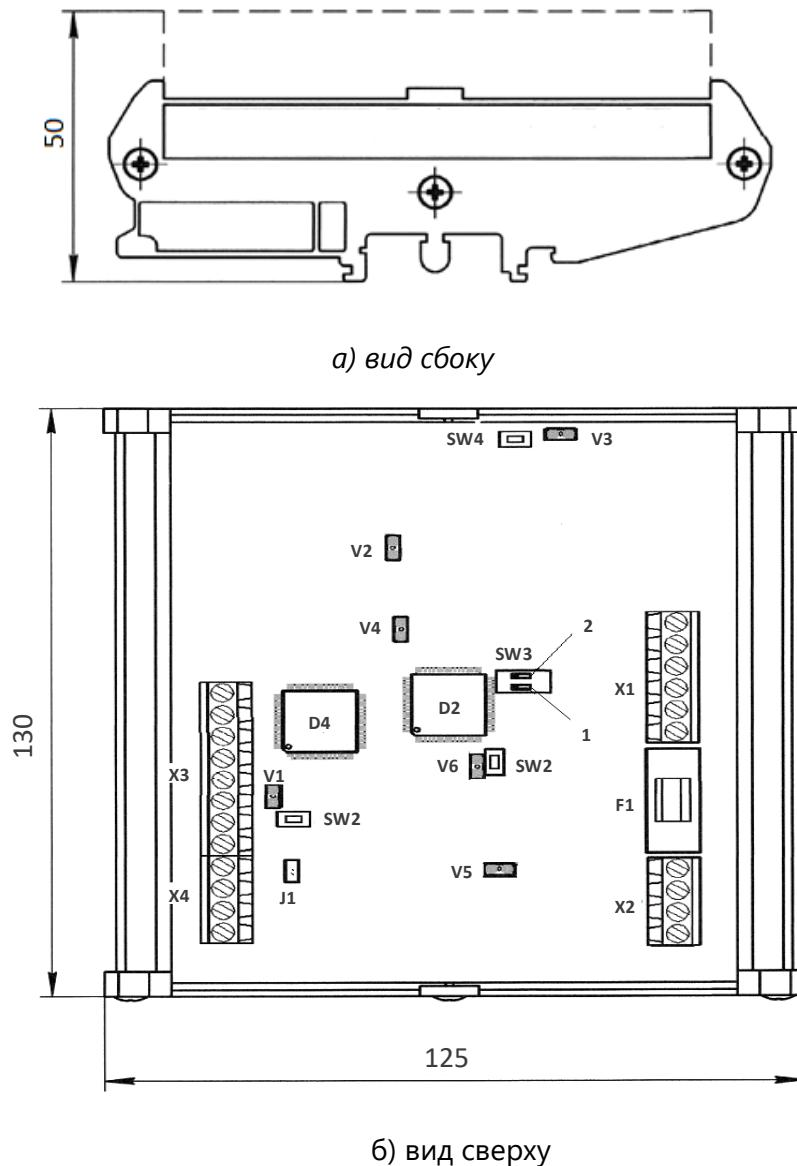

Рисунок 1 – Внешний вид и габаритные размеры МАП
- «SW3» – двухпозиционный DIP-переключатель, служащий для выбора протокола связи в зависимости от типа централи. Контакт 1 DIP-переключателя (см. рисунок 1, позиция 1) должен быть в положении «OFF». Контакт 2 (см. рисунок 1, позиция 2) определяет используемый протокол связи: